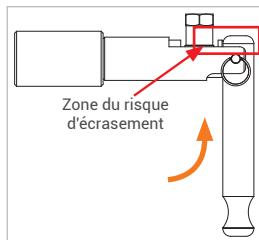

Figure 6
- ▶ Saisissez le connecteur au niveau de l'unité de base (pos. 1).
Prudence : n'approchez pas vos doigts du piston (*Figure 6*). Vous pouvez vous coincer ou écraser les doigts lors de l'actionnement du levier de serrage (pos. 2).
- ▶ Actionnez le levier de serrage (pos. 2) à 90° en arrière dans sa position de sortie (*Figure 6*).